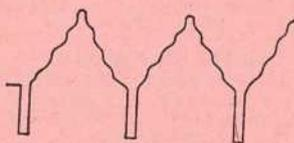
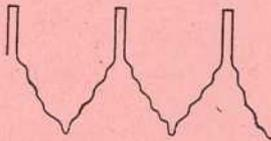

Fig. 1
Fig. 2
Dans les standards français, belges et anglais, si la détectrice est à sortie par la cathode, le signal synchro est à cette sortie une impulsion négative (fig. 1), mais si l'on prélève le signal VF à étudier sur la sortie du premier étage VF (en général unique) le signal synchro est positif comme le montre la figure 2.
Si, dans les mêmes conditions, il s'agissait d'un signal VF provenant d'une émission 625 lignes européenne, on aurait à la sortie détectrice (par la cathode) le signal de la figure 2 et à la sortie VF celui de la figure 1.
Pratiquement si l'on place l'inverseur (25) sur + ou - on obtient dans une de ces positions la synchronisation désirée. Voir sur le schéma de la figure 1 de notre précédent article, le montage de la lampe à deux sorties,  $V_{4A}$ . L'inverseur (24) (synchro int.-ext.) est également indiqué sur la figure 1 de notre précédent article.
Comme certains points ne sont pas, en continu, au potentiel de la masse, il convient de disposer ce commutateur (7) en position « alternatif », introduisant ainsi, dans la connexion, un condensateur de protection de 0,1  $\mu$ F (voir schéma figure 1 de l'article de notre numéro de décembre 1963, commutateur désigné par I). On peut aussi laisser ce commutateur en position « continu », mais dans ce cas on intercalera dans le branchement un condensateur de 0,1  $\mu$ F ou plus si on le juge nécessaire.